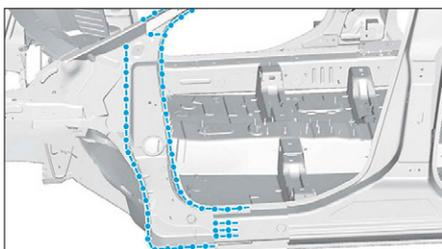

FIG. 59
- Préparer les zones d'accostage et les protéger par un apprêt soudable (Fig.59).